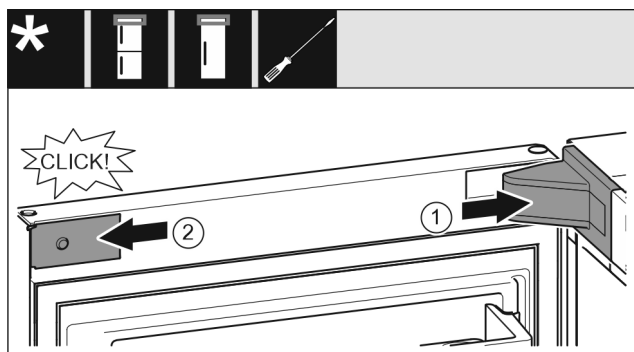

Fig. 23
- ▶ Stavite pokrov podloška ležaja Fig. 23 (1) i pustite ga da se uglati, po potrebi ga oprezno razdvojite.
- ▶ Postavite masku Fig. 23 (2) bočno i uglatite je.